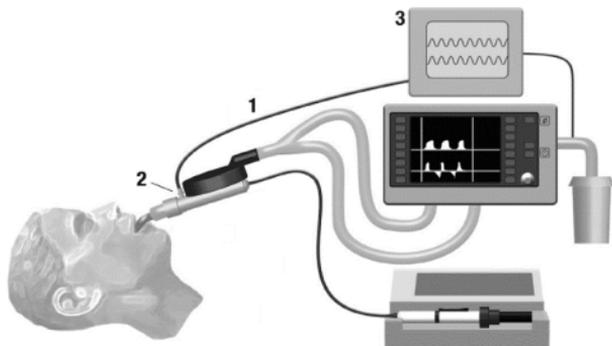

Figura 1
1. Conecte la línea de muestreo de gas H (1) al puerto de muestreo de control de gas (2) como se muestra en la figura 1. Gire el conector Luer en sentido horario para un ajuste seguro para garantizar que no haya pérdida de gases en el punto de conexión.
2. Conecte la línea de muestreo de gas H (1) al control de gas respiratorio (3). Gire el conector Luer en sentido horario para un ajuste seguro para garantizar que no haya pérdida de gases en el punto de conexión.